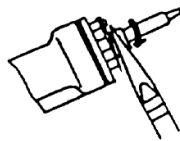

FIG. 2
3. Schroef de stifhvergrendeling los (fig. 2 & 3).